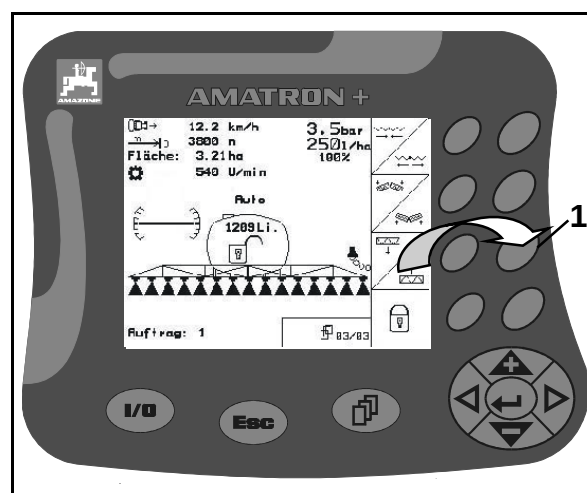

Fig. 36
1. Oprima la tecla funcional asignada al campo funcional (Fig. 36/1), para levantar el varillaje de rociado.